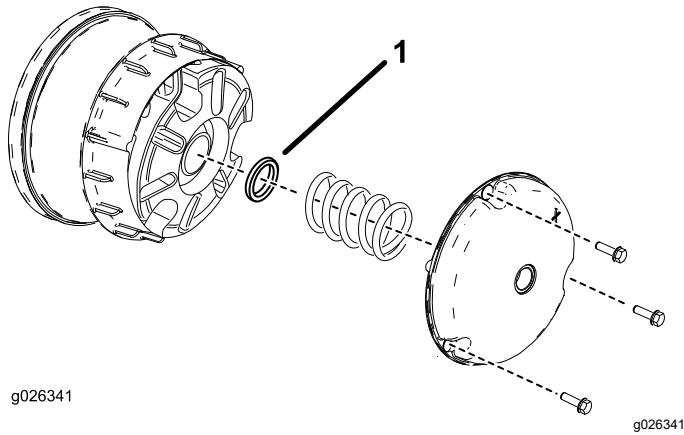

Figure 51
1. Retirez les boulons qui fixent le couvercle de l'embrayage primaire, comme montré à la Figure 51.